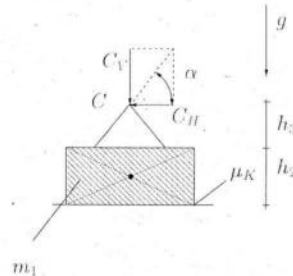

Abbildung 5.3: Freikörperbild des Körpers mit Masse m_1
- 5.4) Für welche Wahl des Winkels α tritt gerade der Haftgrenzfall für den Körper mit der Masse m_1 ein? Geben Sie Ihre Antwort in Abhängigkeit von C_H (siehe Abbildung 5.3), μ_K und m_1 an.
Lösung:Abbildung 5.3: Freikörperbild des Körpers mit Masse m_1